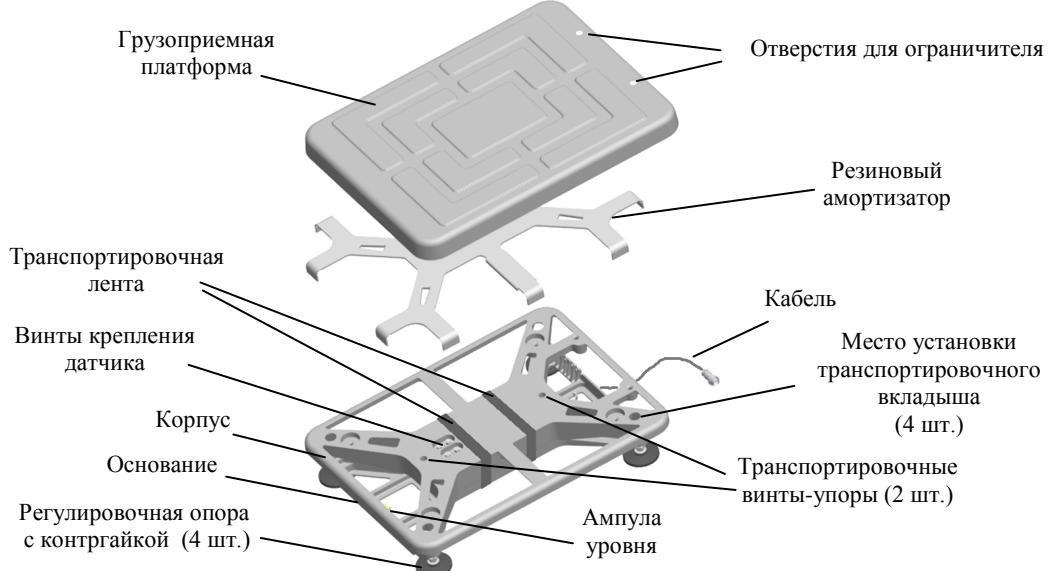
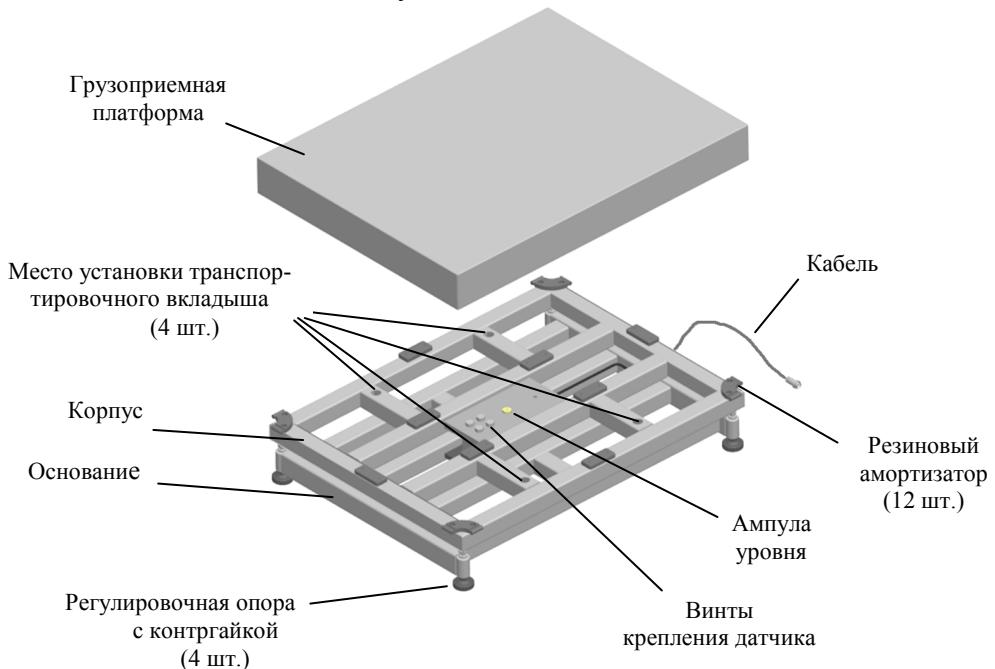

Рис. 4.1 - Модуль взвешивающий ТВ-С\_
Рис. 4.2 - Модуль взвешивающий ТВ-М\_
5.2 Снять грузоприемную платформу. Вынуть транспортировочные вкладыши (Рис. 4.1, Рис. 4.2).
5.5 Установить весы на твердой ровной поверхности. При помощи регулировочных опор выставить весы по ампуле уровня таким образом, чтобы пузырек воздуха находился в центре ампулы. При необходимости, затянуть контргайки регулировочных опор (Рис. 4.1, Рис. 4.2).